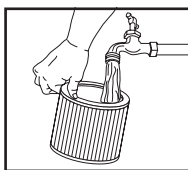

FIGURA 11
17. O enjuague el mismo (desde el interior del filtro) con agua. **FIGURA 11.** Seque completamente (aproximadamente 24 horas).